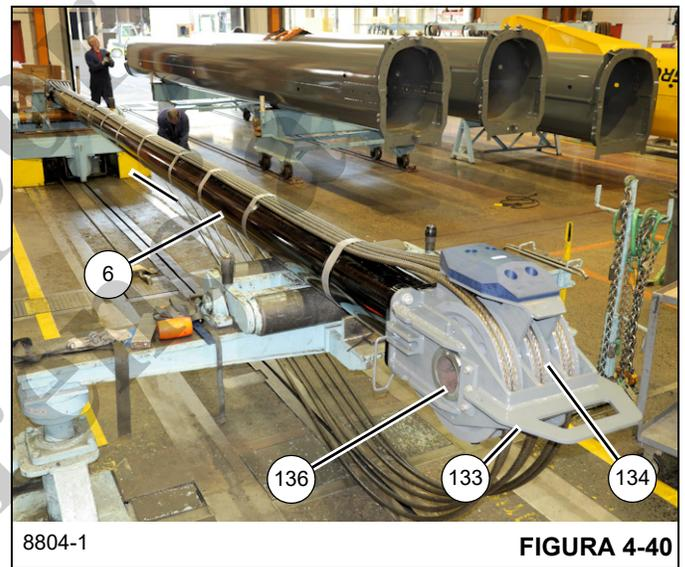

FIGURA 4-40
100. Retire seis cables de extensión de la sección telescópica 3 (139) de los conjuntos de p Polea (134) en la parte delantera del cilindro telescópico (6) (vea la Figura 4-40).
101. Retire la placa (137), dos pernos (111) y dos arandelas planas endurecidas (138) que fijan el eje hueco (136) en su lugar. Retire el eje hueco (136) y los seis espaciadores (135) que fijan los tres conjuntos de p Polea (134) al miembro soldado del montaje de la p Polea del cilindro telescópico (133) (vea la Figura 4-40).